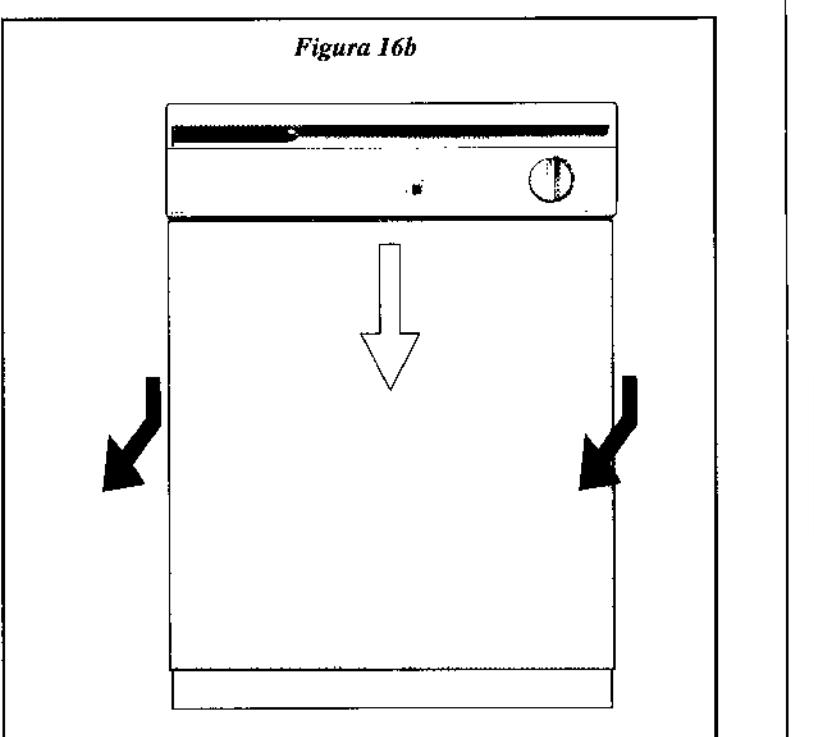

Figura 16b
- Coloque una mano en cada lado de la puerta y tire hacia abajo en la parte de arriba aproximadamente 1/4". Tire todo el conjunto de la puerta hacia usted para sacarlo. Ver Figura 16b.